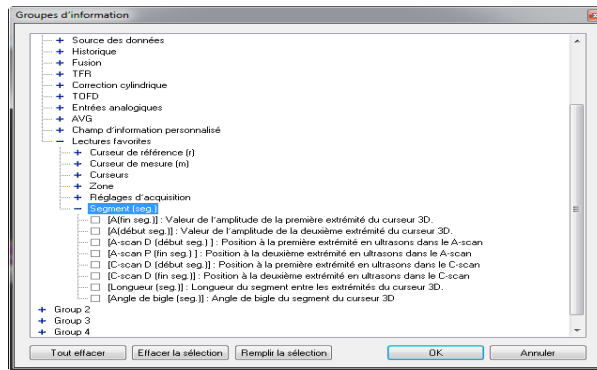

Figure 7-56 Paramètres du curseur 3D (segment)
- b) Sélectionnez les mesures **Segment (seg.)** que vous souhaitez afficher (voir la Figure 7-56 à la page 418).